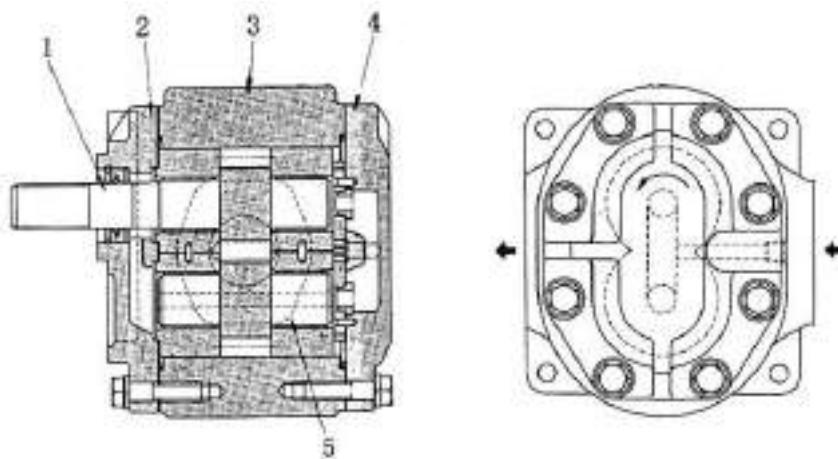

Рис. 5-58
(1) Шестеренчатый насос (Рис. 5-58)